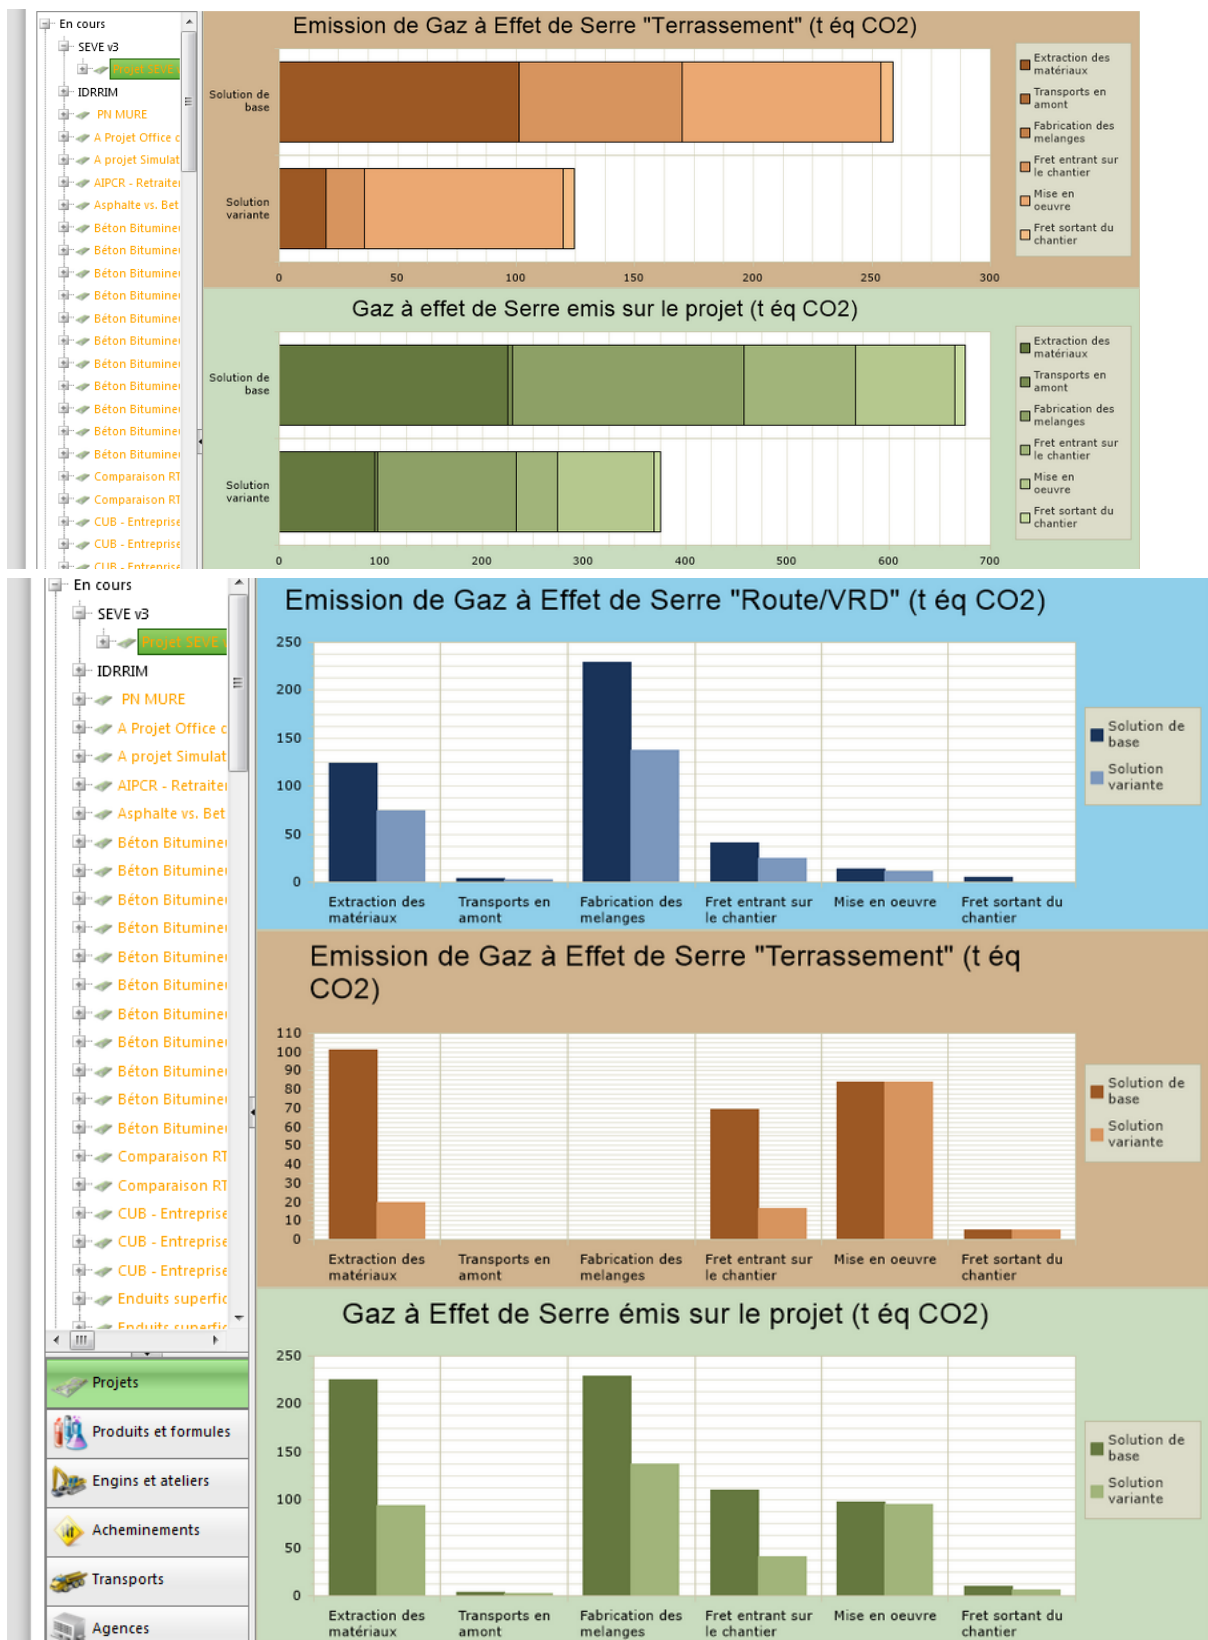
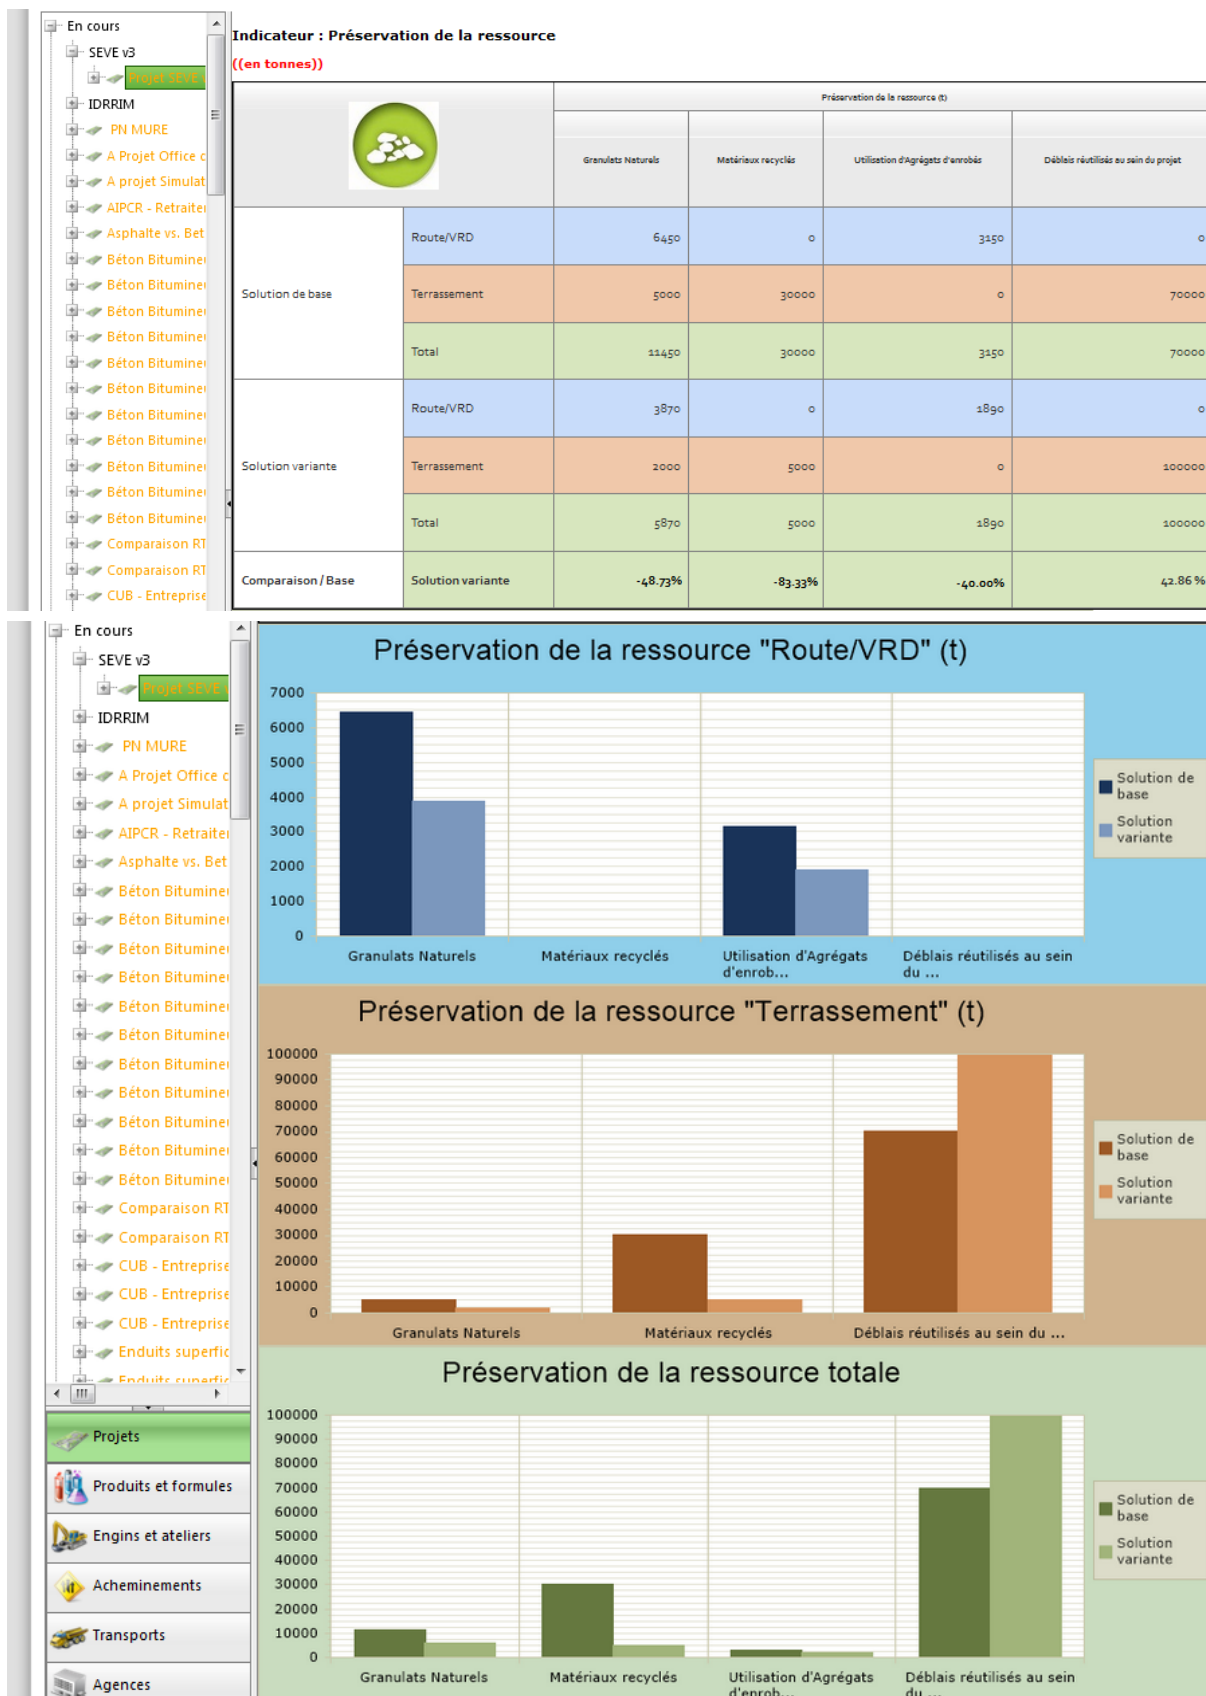
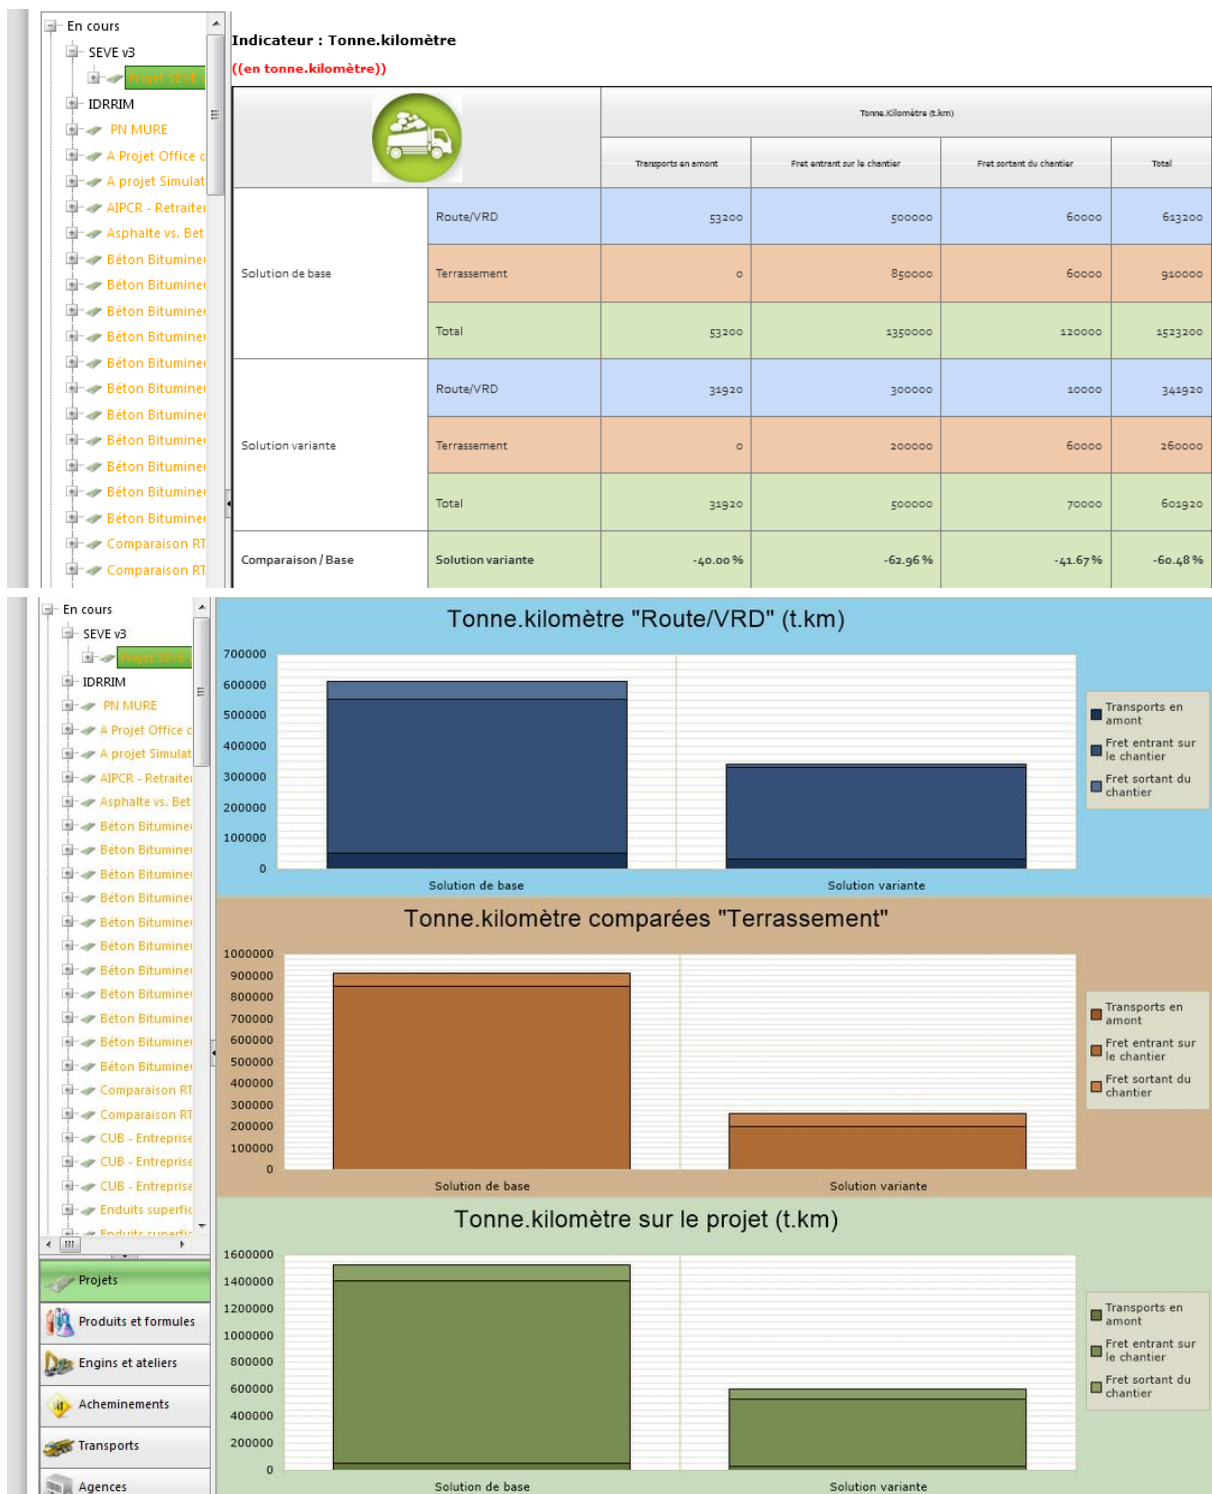

Figure 61 – Résultats sur l'indicateur Emissions de gaz à effet de serre (t eq. CO2)
Figure 62 – Résultats sur l'indicateur Préservation de la ressource
Figure 63 – Résultats sur l'indicateur Tonne.kilomètre (t.km)
La synthèse des résultats s’affiche directement sur votre page web sous la forme suivante, il est possible de visualiser les résultats sur les 4 indicateurs quantitatifs (Energie (MJ) (Figure 60), Emissions de gaz à effet de serre (téq CO2)(Figure 61), Préservation de la ressource naturelle (tonne) (Figure 62) et tonne.kilometre (tonne.kilomètre) (Figure 63))